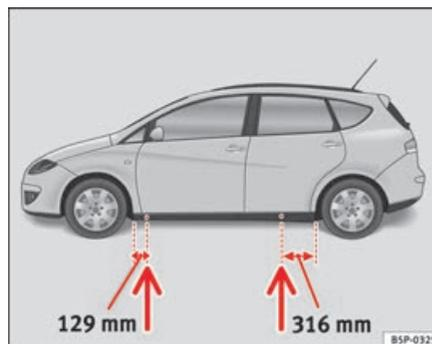

Abb. 179 Aufnahme-
- Suchen Sie den Aufnahmepunkt am Unterholm, der dem zu wechselnden Rad am nächsten liegt ⇒ Seite 250, Abb. 179.
Am Unterholm kennzeichnen jeweils vorn und hinten Eindrückungen die Stellen, an denen der Wagenheber angesetzt werden darf ⇒ Seite 250, Abb. 179. An jedem Rad ist eine Stelle für den Wagenheber vorgesehen. An anderen Stellen darf der Wagenheber nicht angesetzt werden.